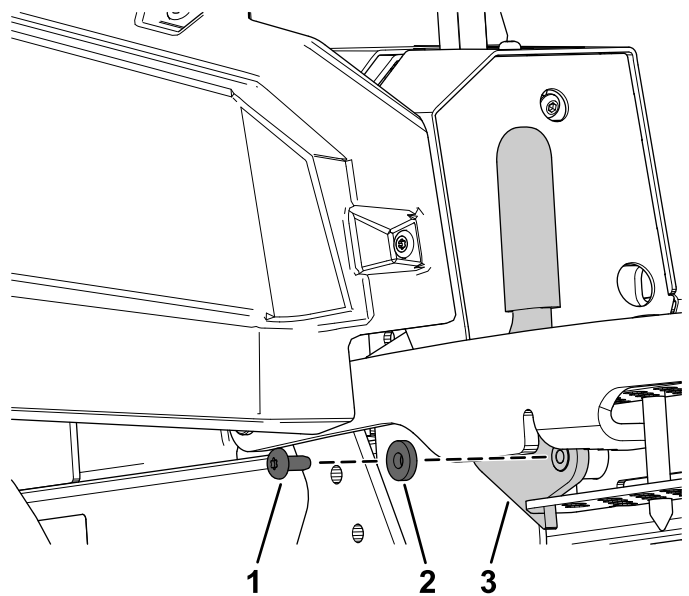

Figura 20
3. Rimuovete il bullone, la rondella e il blocco trasporto (Figura 20).